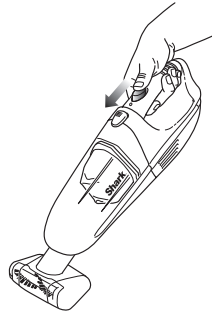

Fig. 3
- 3 The motorized brush can be used to vacuum short pile carpets or rugs. To attach the motorized brush, make sure the On/Off switch is in the Off position. Then firmly insert the motorized brush into the air-intake nozzle, ensuring that the contact pins are engaged in the connector slots of the unit. **(fig. 3)**
- 3 La brosse motorisée peut être utilisée pour nettoyer des moquettes ou tapis à poil ras. Pour installer la brosse motorisée, assurez-vous que l'interrupteur ON/OFF (marche/arrêt) est en position « Off ». Insérez fermement la brosse motorisée dans l'embout d'admission d'air, tout en vous assurant que les broches de contact soient engagées dans les orifices du connecteur de l'unité. **(fig. 3)**
- 3 El cepillo eléctrico se puede usar para aspirar alfombras o tapetes de pelo corto. Para colocar el cepillo eléctrico, verifique que la llave de encendido esté en la posición "OFF". Luego inserte firmemente el cepillo eléctrico sobre la entrada de aire, verificando que los terminales de contacto se inserten en las ranuras de conexión de la unidad. **(fig. 3)**